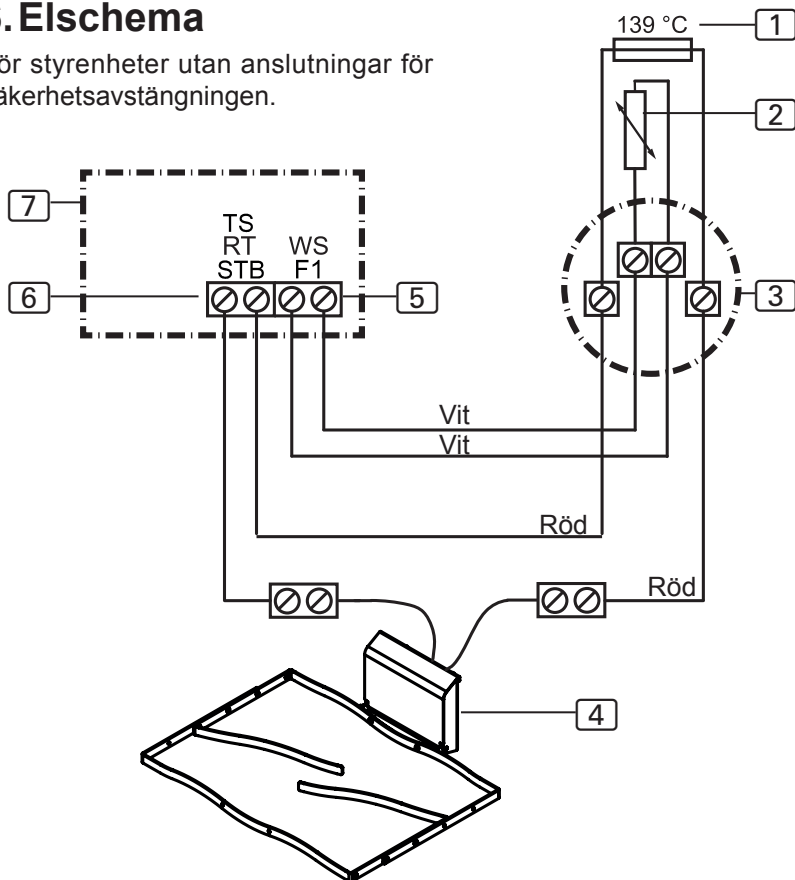

Bild 4 Anslutning
- Läs **Bild 4 Anslutning på sidan 12** och bruksanvisningen till styrenheten.